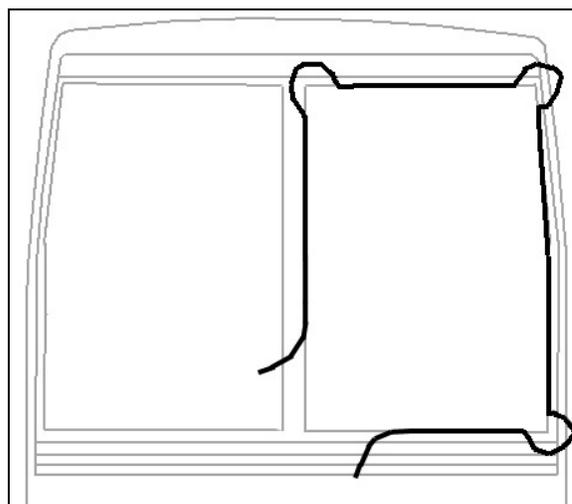

FIGURE 54 : INSTALLATION DU PARE-BRISSE À L'AIDE D'UNE CORDE
- Insérer une corde dans la pièce extrudée en laissant assez de longueur à chaque extrémité pour faire une boucle. Vaporiser de l'eau savonneuse sur la corde et la pièce extrudée en caoutchouc (Figure 54).